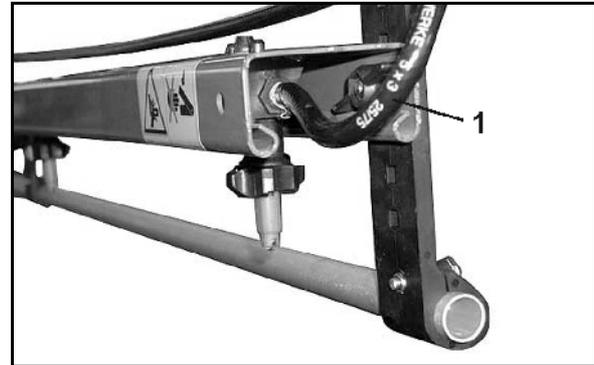

Fig. 67
- permite, estando conectado, una circulación permanente de líquido en la tubería de rociado. Para ello está asignada a cada ancho parcial una conexión de manguera de lavado (Fig. 67/1).
- una conexión para manguera de lavado (Fig. 67/1) por ancho parcial.